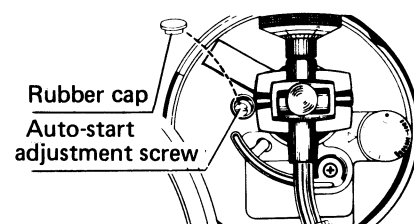

Fig. 11
• Adjustment of automatic start position (Fig. 11)
The auto-start and auto-return adjustment screws are located together. (Fig. 11)
• Justierung des Aufsetzpunktes der Automatik (Abb. 11)
Die Auto-Start- und die Auto-Rückkehr-Positions-Justierschraube sind zusammen angeordnet. (Abb. 11)
- **Mise au point de la position de démarrage automatique (Fig. 11)**
Les vis de réglage du démarrage automatique et du retour automatique sont disposées ensemble. (Fig. 11)